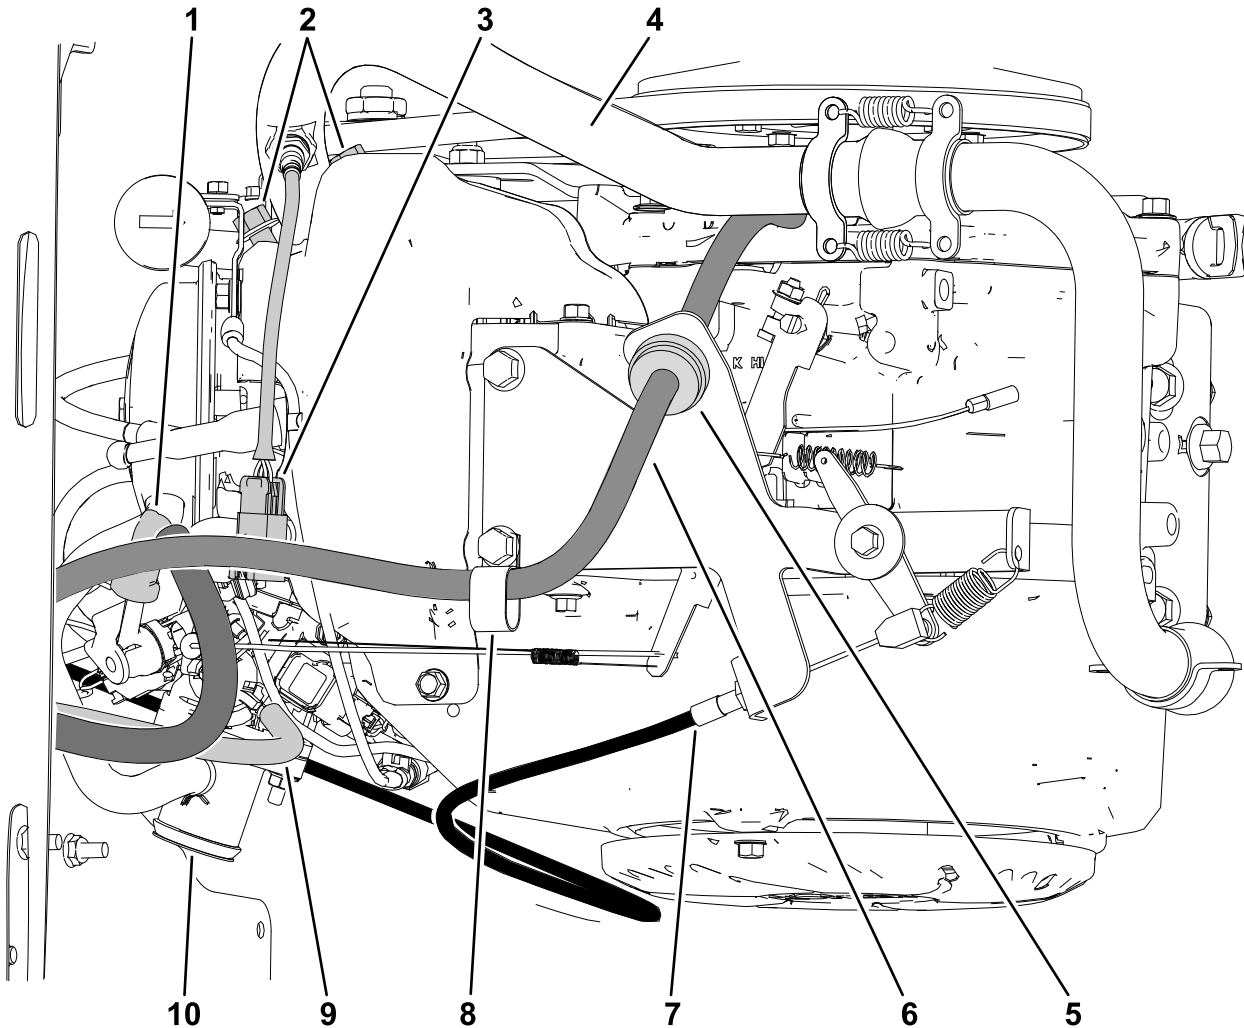

Bild 3
1. Trennen Sie den Gaszug am Motor vom Kugelgelenk am Gasbedienungshebel und entfernen Sie den Gaszug von der Halterung des Gasbedienungshebels (Bild 3).
2. Entfernen Sie die Schlauchklemme, mit welcher die Luft-Ansaugleitung am Motor und an der Luftfiltereinheit befestigt ist. Entfernen Sie den Ansaugschlauch (Bild 3).
3. Trennen Sie die Lambdasonde vom Motorkabelbaum ab (Bild 3).
4. Entfernen Sie die beiden Bundkopfschrauben, mit denen die Auspuffanlage und die Dichtung befestigt sind. Bewahren Sie die Muttern auf und entfernen Sie die Auspuffanlage (Bild 3).
5. Trennen Sie die Schläuche vom Motor mit elektronischer Kraftstoffeinspritzung (Bild 3):